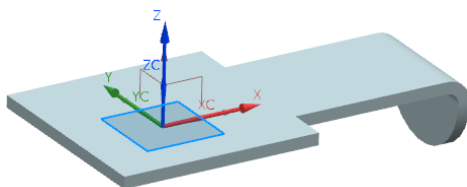

图 3-73 第一折弯特征示意图
(4) 在“折弯”对话框中单击 按钮，创建如图 3-73 所示的折弯特征。